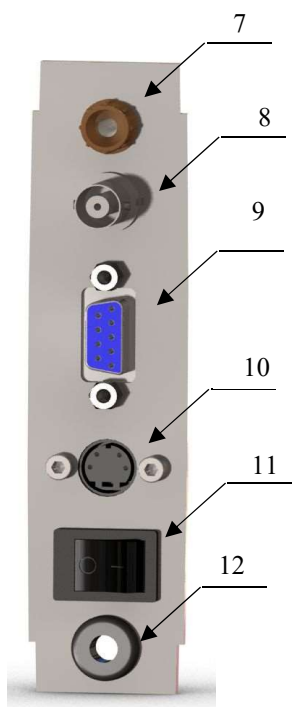

Рис.1 Вид задней панели титратора
На дозирующем устройстве имеется штуцер (рис.1, п.1), через который происходит его заполнение и дозирование при титровании .
Заполнение и дозирование происходит через переключающийся по команде электромагнитный клапан (рис.1, п.4) (в программе переключатель потока «Заполнение-Титрование»). Заполнение дозатора происходит автоматически после прихода плунжера в предельное верхнее положение несколько меньшее номинальной величины объема дозатора, а также каждый раз после включения титратора.
Клапан имеет три штуцера: подачи, набора и дозирования (рис.1, п.3,5,6).. Клапан расположен на корпусе блока.
На задней стенке корпуса расположены: разъем подключения комбинированного (или измерительного) электрода (рис.1, п.8) и гнездо для подключения вспомогательного электрода (рис.1,п.7), разъем термопреобразователя и разъем для связи с компьютером, который служит для подключения RS- порта компьютера. Программа позволяет выбирать порт от 1 до 4. В случае использования USB-COM адаптера необходимо перенастроить его на любой свободный из этих портов (т.к. по умолчанию USB-COM адаптер может «выбрать» под себя при установке порт больший чем COM4. (перенастройка номера порта производится в диспетчере устройств в Windows). Например для Windows XP в закладке «Параметры порта» -Дополнительно-Номер COM-порта.
5.4. Установите в держателе стеклянный комбинированный электрод (измерительный и вспомогательный электроды), термопреобразователь и предварительно собранный дозирующий наконечник, соединенный линией подачи раствора с правым штуцером (рис.1, п.3) переключающего клапана. Линию заполнения подключите к левому штуцеру клапана (рис.1, п.6), а свободный конец линии опустите в бутылку с титрантом или с дистиллированной водой (для
промывки). Средний штуцер переключающего клапана (рис.1,п.5) соедините со штуцером дозатора (рис.1,п.1).